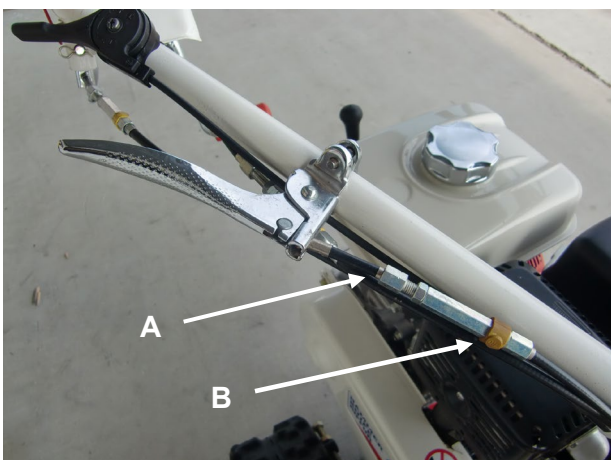

Figura 20
- Si es difícil liberar el manillar, desenrosque la tuerca (A, Figura 20,21), luego atornille la tuerca B para aumentar la tensión del cable. Cuando se haya realizado el ajuste, atornille la tuerca A nuevamente.
- Si el manillar no se bloquea correctamente, desenrosque la tuerca (A, Figura 20,21), luego desenrosque la tuerca A para disminuir la tensión del cable. Cuando se haya realizado el ajuste, atornille la tuerca B nuevamente.